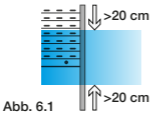

Abb. 6.1
1. Stellen Sie den Rollladen auf halber Höhe (im Bereich von min. 20 cm vom oberen und unteren Rand) – Abb. 6.1.
4. Bringen Sie den Rollladen in die Mittelstellung (im Bereich von min. 20 cm vom oberen und unteren Rand – Abb. 6.1).